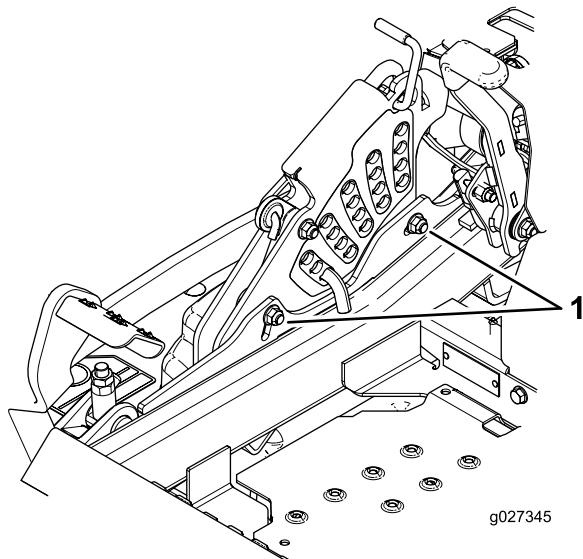

Figura 127
11. Para ajustar el sistema de ajuste de un solo punto, afloje los 2 pernos situados cerca del borde inferior de la pletina de altura de corte (Figura 127).
13. Apriete los 2 pernos en el borde inferior de la pletina de altura de corte (Figura 127).